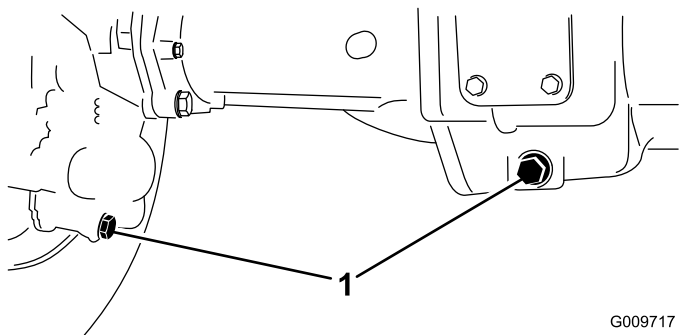

Bild 70
2. Reinigen Sie den Bereich um die drei Ablassschrauben, d. h. jeweils eine an beiden Enden und eine in der Mitte (**Bild 70**).